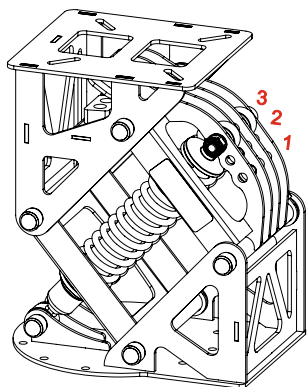

Рис. 2.
3. Выберите предполагаемую нагрузку на амортизационную стойку (таб. 1) и (рис. 2).